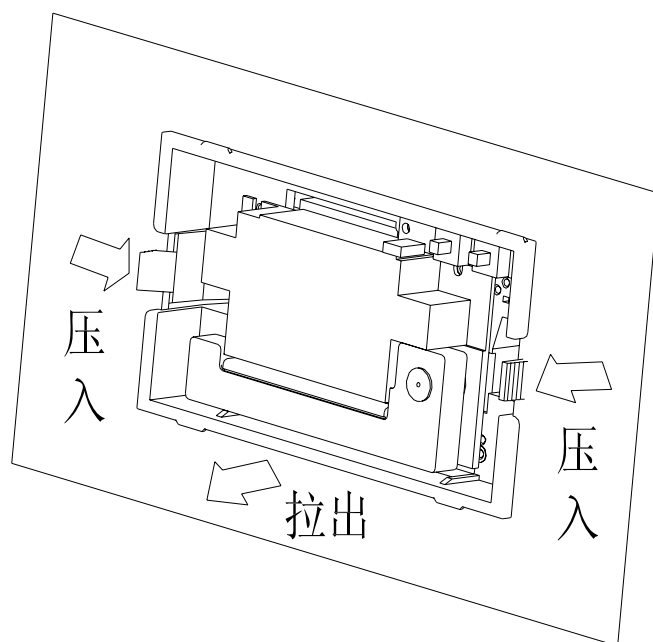

图 2-7
- (2) 从仪器面板上取下整个打印机,请按图2-7所示用手指向内夹住打印机的两侧活动舌头,将整个打印机从仪器面板上轻轻取下,注意在取下打印机之前,一定要确认已关掉打印机的电源。